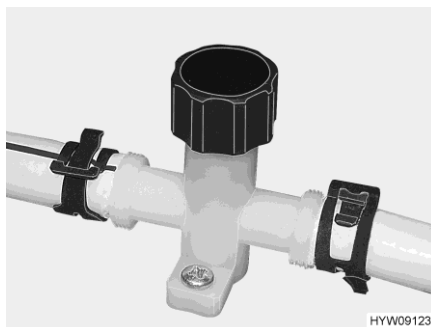
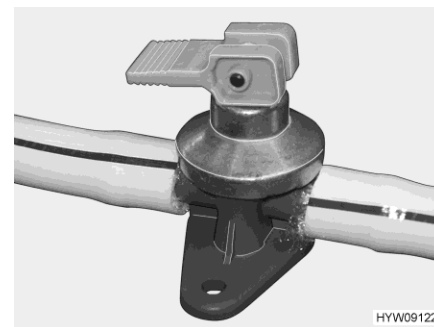

Fig. 120 Rubinetto di scarico (tubatura dell'acqua)
Fig. 121 Rubinetto di scarico (boiler Alde)
- Chiudere i rubinetti di scarico. Ruotare i coperchi (Fig. 120) in senso orario e posizionare la leva a bilanciere (Fig. 121) in posizione orizzontale.
- Aprire i rubinetti di scarico. A questo scopo, ruotare il coperchio (Fig. 120) in senso antiorario e posizionare verticalmente la leva a bilanciere (Fig. 121).